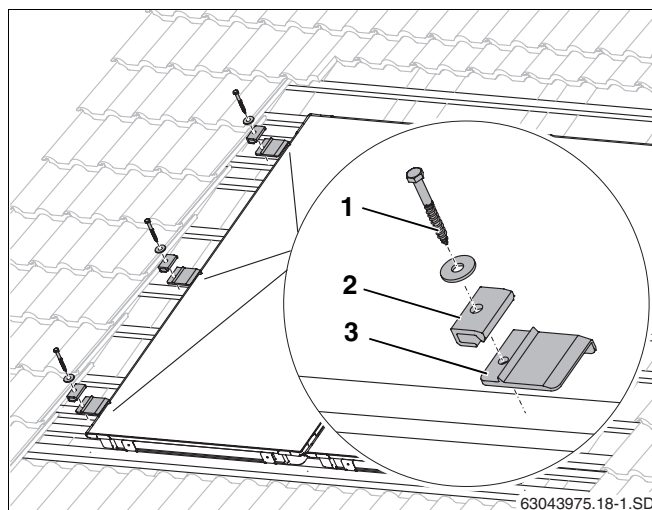

Fig. 29 Montaggio del terminale di fissaggio di sinistra
- Sollevare leggermente il collettore, posizionare tre piastre di rinforzo di sinistra: una sul 2° listello aggiuntivo, una sul 3° listello aggiuntivo e l'ultima su un listello preesistente posizionato al centro del collettore. Spingere le piastre, lungo il listello, sotto il collettore, finché il bordo inferiore del medesimo urti contro l'alzata delle piastre (fig. 29, **pos. 3**).
- Per permettere l'inserimento della vite (fig. 29, **pos. 1**) è necessario realizzare un foro d'invito con una punta da trapano da 4 mm.
- Fissare i terminali di fissaggio (fig. 29, **pos. 2**) con vite 6x40 (fig. 29, **pos. 1**) e rondella (utilizzare una chiave SW 10).